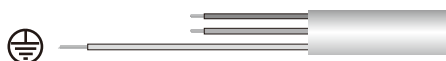

Fig. 1
1. Faites glisser le système d'ouverture/fermeture sur le volet, retirez les vis (fig. 1). Tournez et verrouillez le panneau par les clips. Ouvrez la boîte de raccordements (fig. 2).